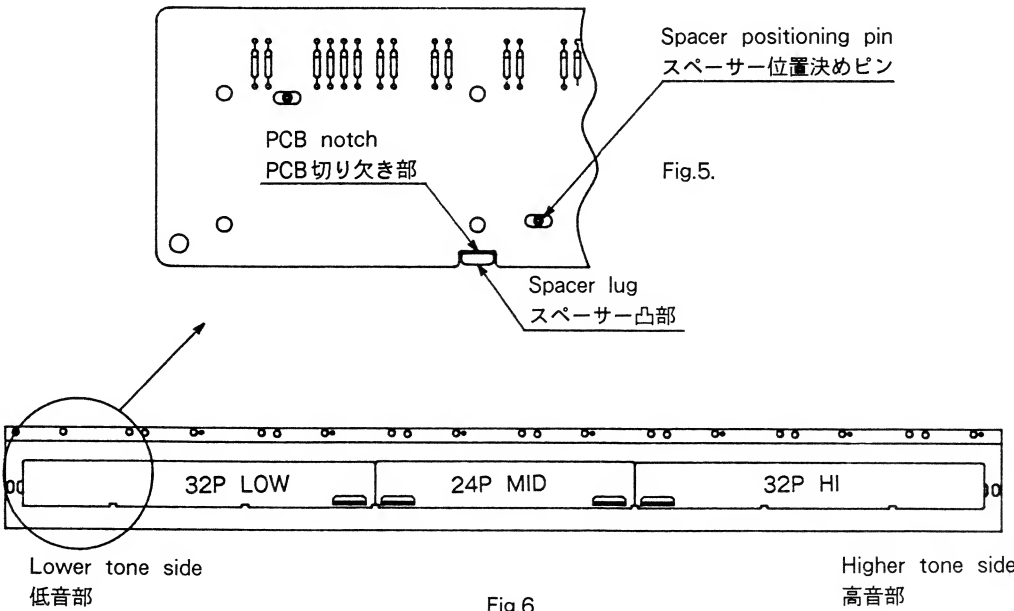

Fig.6.
As shown in Fig.6, there are three PCBs, LOW, MID and HI.
3) 次に、PCBの切り欠き部とSPACERの凸部を目印として、SPACERの位置決めピンにPCBの位置決め穴がはまるようにPCBを置きます。(Fig.5参照のこと) PCBは、Fig.6で示されるようにLOW、MID、HIの3枚で構成されています。